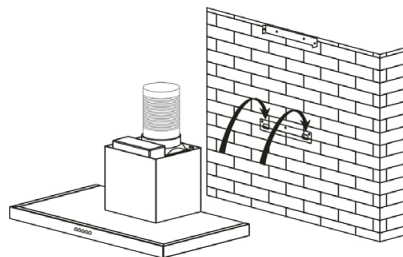

рис. 4
- Установите купол на крепление и прикрутите винтами, поставляемыми в комплекте (рис. 4).